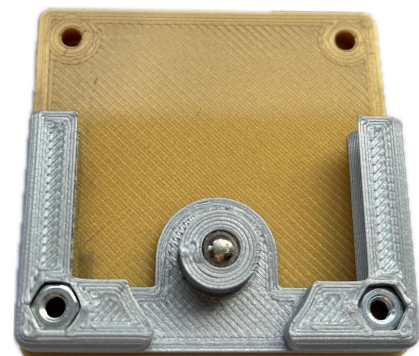

Abb. 5: Gitter-Rahmen auf dem Würfelboden
- (2) Legen Sie den **5A_Si_V1_GITTERHALTER_RAHMEN** auf den **01B_Go_V1_WÜRFELBODEN 1X1_GESCHLOSSEN** und drücken Sie jeweils eine **SCHRAUBENMUTTER, M3** in die dafür vorgesehenen Öffnungen (Abbildung 5).